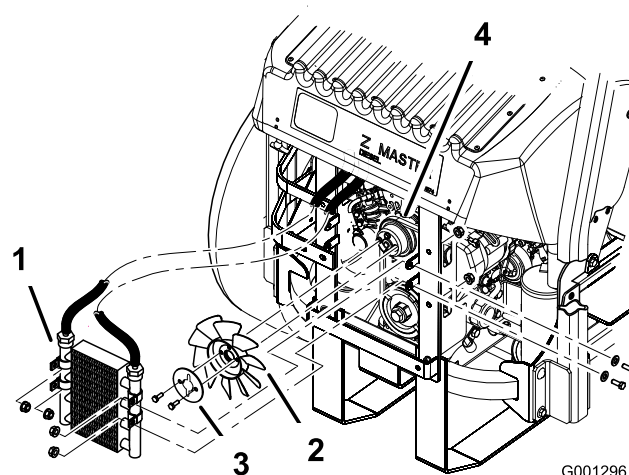

Figure 61
- Enlevez les 4 boulons de fixation du refroidisseur d'huile et placez ce dernier sur le côté (Figure 61).
- Enlevez les 2 boulons qui fixent le ventilateur et la plaque du ventilateur à la machine (Figure 61).
- Montez le ventilateur et sa plaque sur la machine au moyen des 2 boulons retirés précédemment (Figure 61).
11. Remontez le refroidisseur d'huile au moyen des 4 boulons retirés précédemment (Figure 61).